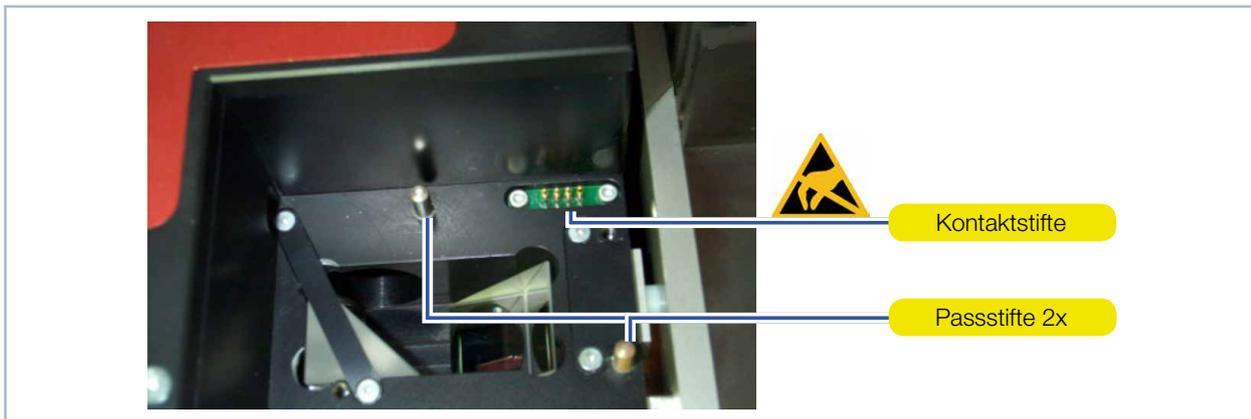

Abb. 7.3: Messobjektiv - Kontakte und Kontaktstifte
- ▶ Die Kontakte des EEPROMs und die Kontaktstifte (siehe Abb. 7.3) nicht berühren.
3. Setzen Sie das Messobjektiv von oben auf die zwei Passstifte (siehe Abb. 7.3).